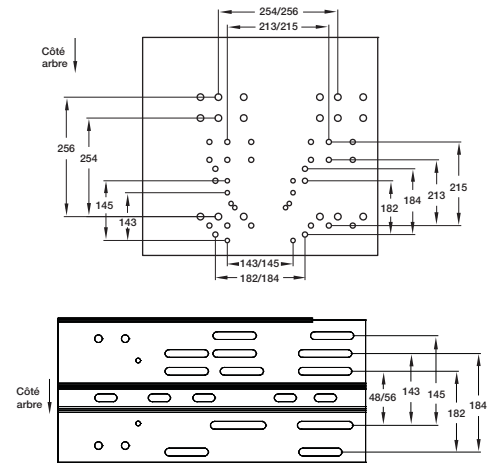

Figure 4 — Positions de fixation du moteur suivant la taille du bâti
1. Voir la position de fixation suivant la taille du bâti de moteur à la Figure 4. Fixer le moteur sur la platine avec la visserie fournie.